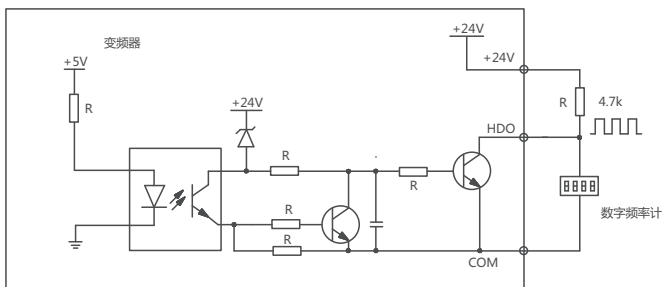

图5-7 输出端子HDO连接方式1
a) HDO用作数字脉冲频率输出,可使用变频器内部的+24V电源,接线方式如图5-7所示。